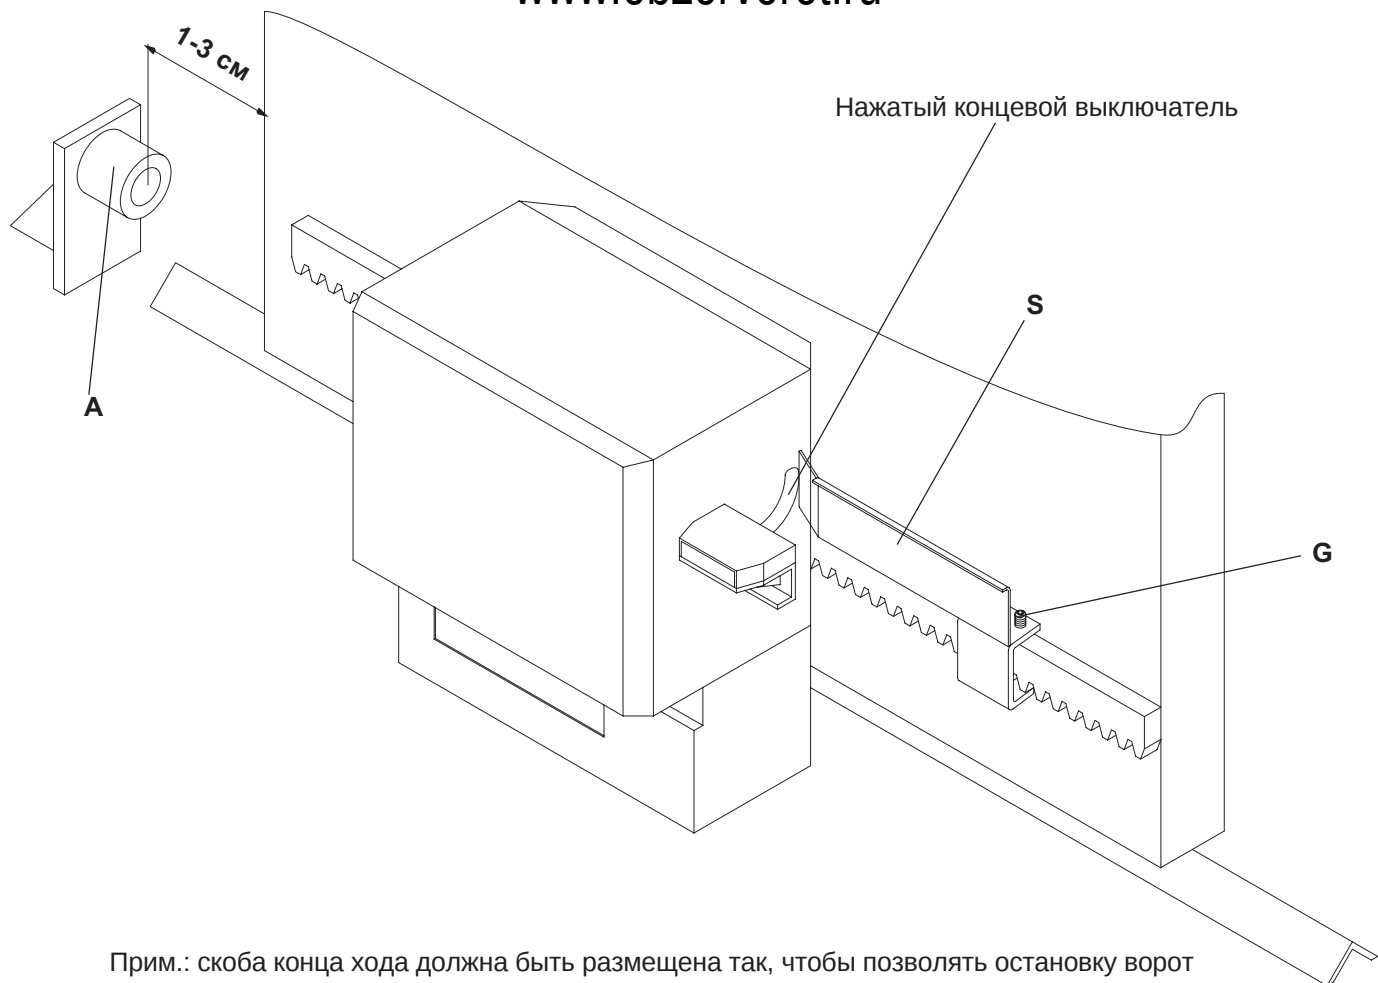

Рис. 5
6. Позиционирование скобы конца хода (Рис. 5)